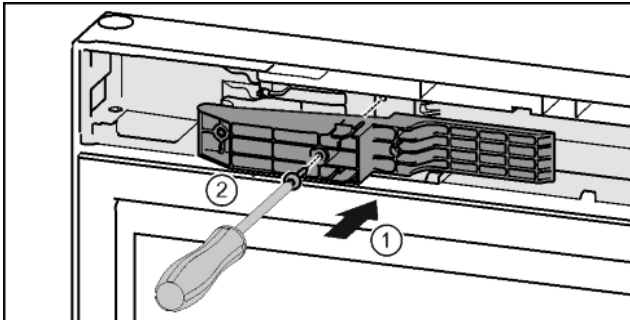

Fig. 47*
- Az illesztődarabot a fogantyú oldalán helyezze be a nyílásba.* Fig. 47 (1)
- Húzza meg a csavarokat a T15 csavarhúzóval.* Fig. 47 (2)